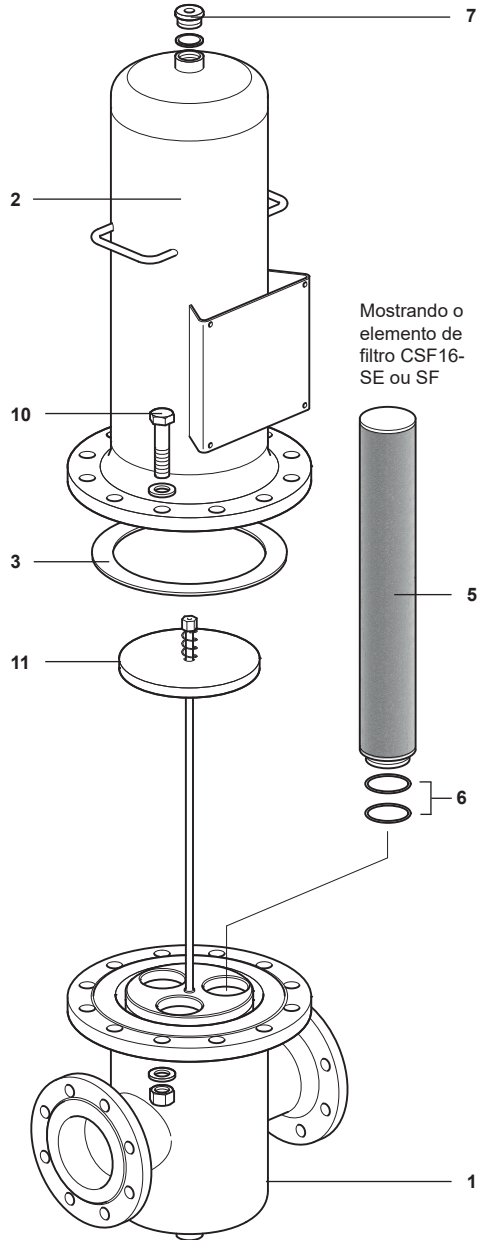

Fig. 8 DN100 e DN150L
2. O anel do invólucro (4) ou os parafusos do invólucro (10) que mantêm juntos a cabeça do invólucro do filtro (2) e o copo do invólucro do filtro (1) devem ser desparafusados usando a chave apropriada. A cabeça do invólucro do filtro (2) pode então ser removida.
3. As vedações do elemento filtrante (2 retiradas, item 6) devem então ser lubrificadas com um lubrificante adequado para a aplicação, antes de encaixar no copo do invólucro do filtro (1).
4. O elemento filtrante (5 – observe que existem vários elementos para os tamanhos maiores) deve ser empurrado com cuidado para dentro do copo do invólucro do filtro (1).
5. **Quando vários elementos são encaixados**, o conjunto de suporte do filtro (11) deve ser montado e encaixado como mostrado na Fig. 8.
6. Certifique-se de que a vedação do invólucro do filtro (3) está instalada.
7. **Para diâmetros DN8 a DN80:** O anel do invólucro (4) deve então ser colocado cuidadosamente na área de assentamento na cabeça do invólucro do filtro (2), antes de abaixar suavemente o copo do invólucro do filtro (1) sobre o elemento filtrante e apertar o anel do invólucro (4). O anel do invólucro (4) é projetado com uma rosca grossa para minimizar a possibilidade de escoriação. Normalmente, a lubrificação da rosca não é necessária. No entanto, um lubrificante de roscas pode ser usado, se necessário.
- Para diâmetros DN100 e DN150:** Abaixar suavemente a cabeça do invólucro (2) sobre os elementos filtrantes e coloque-a no copo do invólucro (1). Aperte os parafusos do invólucro com o torque recomendado – Consulte a Tabela 1.